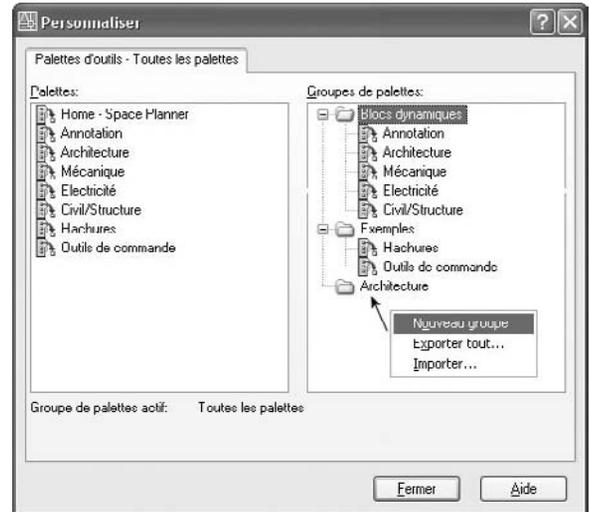

Fig.1.34
- 3 Entrez le nom du groupe de palettes d'outils. Par exemple : Architecture (fig.1.34).